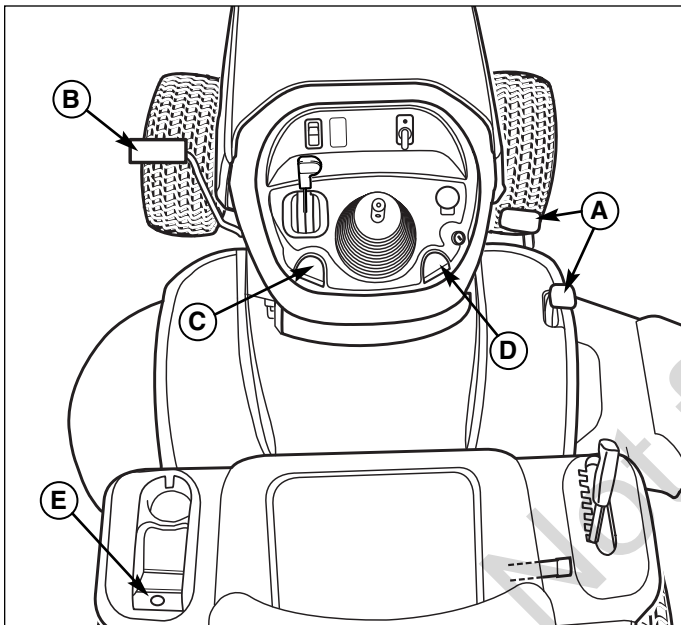

Figure 2. Serrage du frein de stationnement
Serrage du frein de stationnement - Voir la Figure 2. Pour verrouiller le frein de stationnement, relâcher les pédales de déplacement (A), appuyer à fond sur la pédale de frein (B), TIRER le bouton de frein de stationnement (C) et relâcher la pédale de frein.
Desserrage du frein de stationnement - Voir la Figure 2. Pour libérer le frein de stationnement, appuyer sur la pédale de frein (B).
1. Tirer sur le bouton de régulateur de vitesse (D, Figure 2).
2. Appuyer sur la pédale de déplacement en marche avant (A).
3. Lever le bouton de régulateur de vitesse (D) une fois que la vitesse souhaitée est atteinte. Le régulateur se bloque dans l'une de ses cinq positions de verrouillage.
1. Appuyer sur la pédale de frein (B, Figure 2).
La prise accessoire 12 V se trouve dans le carénage gauche (D, Figure 2). Elle permet d'alimenter de petits appareils électroniques. L'accessoire doit être d'intensité nominale 9 A ou moins.